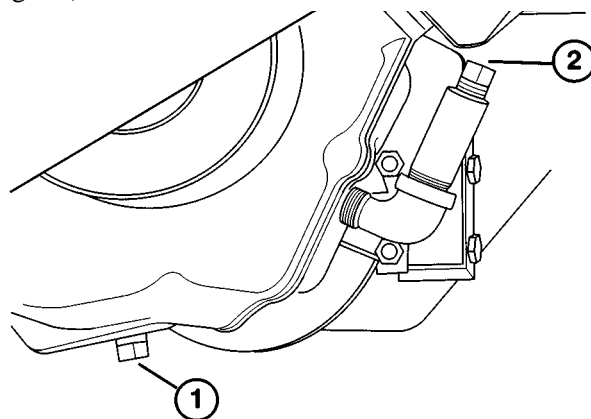

Fig. 26
1. Collocare una vaschetta sotto il tappo di scarico dell'asse. Pulire la superficie circostante il tappo (Fig. 26).
3. Togliere il tappo di riempimento (Fig. 26) e versare circa 1,89 litri di olio SAE E.P. 90 nel tubo di prolunga, fin quando l'olio raggiunge la cima del tubo.